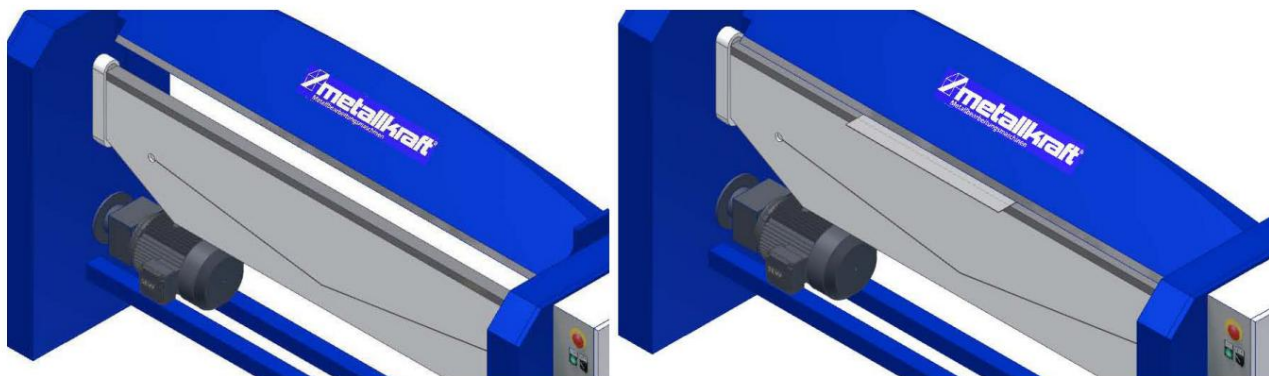

Fig. 19: Posición final superior: insertar la pieza de trabajo
Paso 1: En el lado con la desviación más grande, afloje los cuatro tornillos que sujetan la viga inferior en su posición (Fig. 19). Ajuste uno de los 4 pies de la máquina hacia arriba o hacia abajo hasta que la viga superior y la viga inferior queden paralelas.